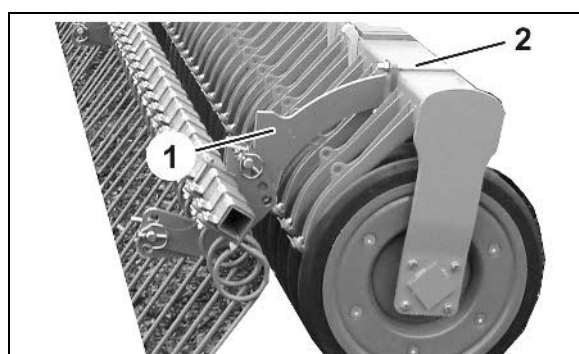

Рис. 15
- Отсоедините скобу (Рис. 15/2) слева и снимите борону-скребницу с держателем (Рис. 15/1).